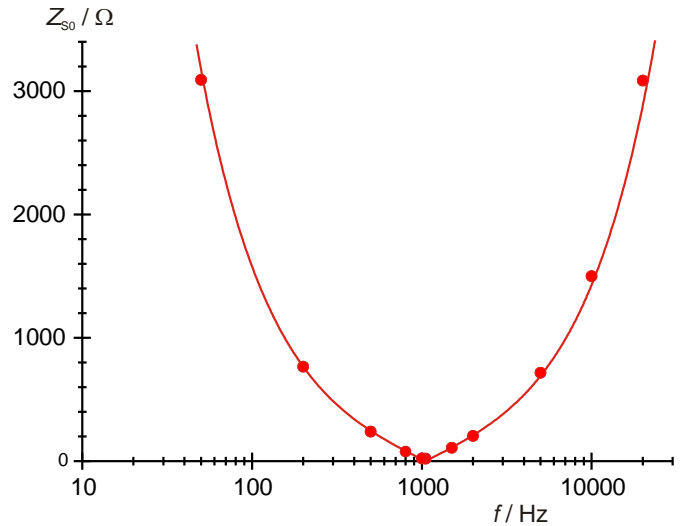
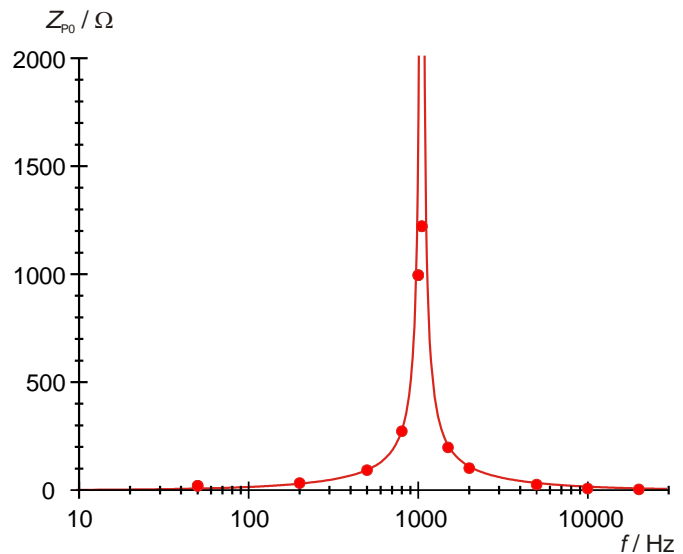

Fig. 4: Resistência de corrente alternada da ligação em série em dependência da frequência.
Fig. 5: Resistência de corrente alternada da ligação em paralelo em dependência da frequência.
- Representar graficamente os valores Z_{0S} e Z_{0P} da resistência total para a ligação em série e em paralelo em dependência da frequência f (Fig. 4, Fig. 5).
- Calcular teoricamente os valores Z_{0S} e Z_{0P} das resistências totais para a ligação em série e em paralelo com auxílio das equações (3) e (4) e desenhar como linha nas Fig. 4 e Fig. 5.
As curvas de ressonância medidas (Fig. 4, Fig. 5) confirmam o curso esperado teoricamente (linhas). Os grandes desvios dos valores da resistência total no âmbito da frequência de ressonância podem ser explicados pela parcela ôhmica da resistência da bobina.